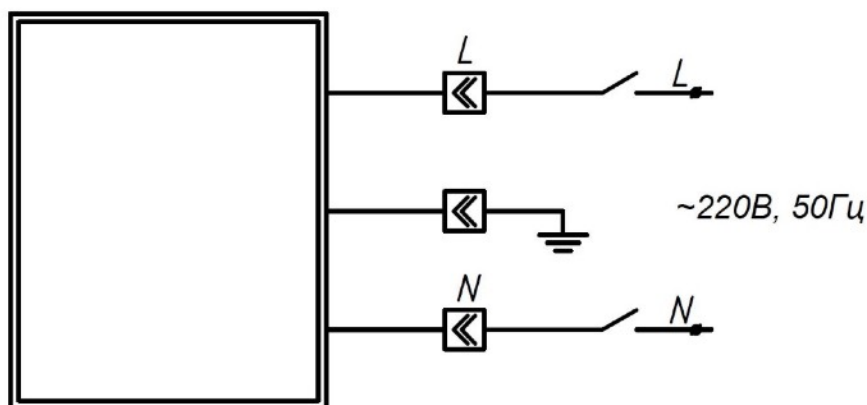

Рис. 2. Схема подключения
- 3.5. Подключить питающий кабель согласно «Схемы подключения» - Рис. 2